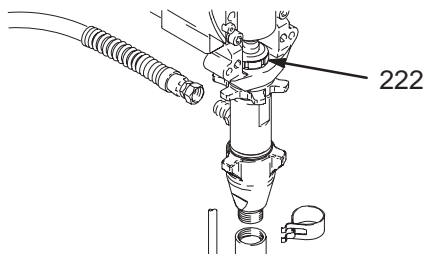

Fig. 11
1. Skyll pumpen. Avlast trykket. Fig. 11. Bruk stempelstangen (222) til å sette pumpen i den laveste stillingen.
2. Fig. 11. Skru sugerøret og slangen av pumpen.